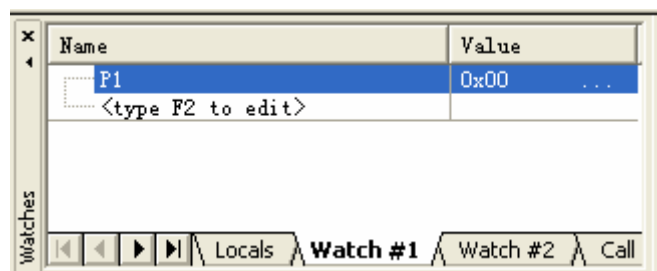

图 4-10
5. 用  进行调试，观察当黄色的光标执行到“P1=0x00;”的时候,在实验板中引起的变化。如图 4-10。